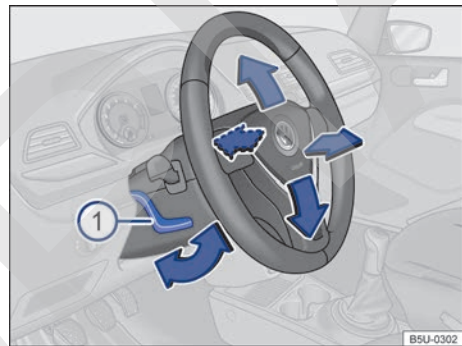

Fig. 40 Ajustar la posición del volante.
- Empujar la palanca → fig. 40 ① hacia abajo y colocar el volante en la posición deseada.